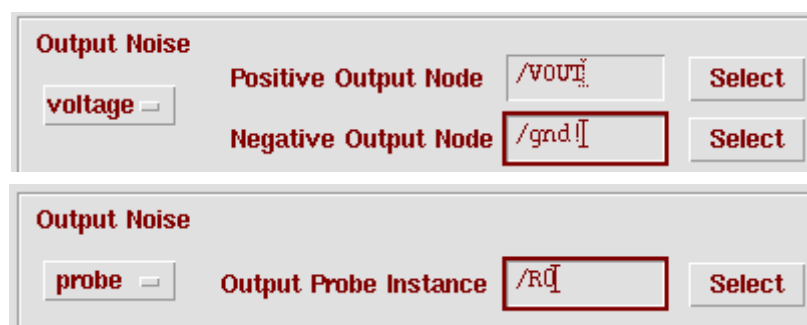

图 7.2 “Output Noise” 端口的设定
- **“Output Noise”**: 如前所述，仿真器计算的是在输出端的噪声。因此，首先需要给电路设置一对输出节点 (Node) 或设置输出探针器件 (Probe component)。当选择 “voltage” 方式输出时，点击 “Select” 后弹出电路图，点击网线 (net) 即可设置输出节点。如果是差分方式输出，“Positive Output Node” 和 “Negative Output Node” 设置为差分输出端即可。而如果电路是单端输出，将 “Positive Output Node” 设置为输出端，而 “Negative Output Node” 设置为地线。如果输出是一个电压量，也可以选择一个电阻 (resistor) 或是一个端口 (port) 作为输出探针。而如果输出量是电流，选择 “vsource” 或是 “iprobe” 作为输出探针。两种不同的设置方式对比在图 7.2 中显示。